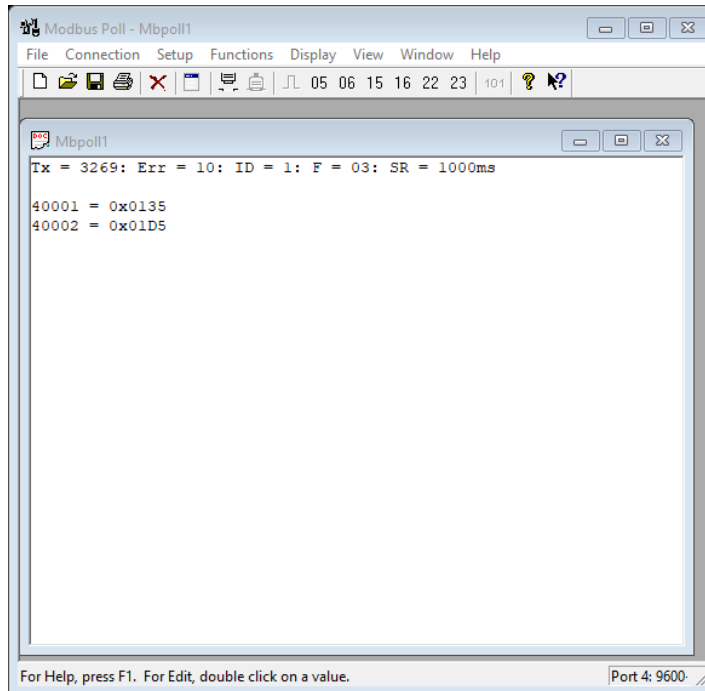

Figure 5. ค่าที่ได้จากการรัน modbus poll
3.6. ค่าที่ได้จากการอ่านจะแยกเป็นสองค่า คือค่าอุณหภูมิ และค่าความชื้น โดยข้อมูลแต่ละชุดจะแยกการอ่านเป็น 2 ไบต์ดังนี้ ดูค่าที่ได้จาก Figure 5